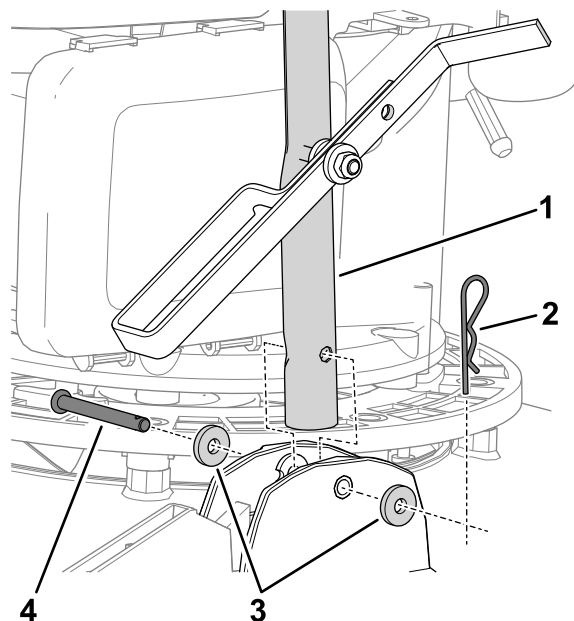

Figure 7
3. Alignez le trou du guidon sur les trous des douilles (Figure 7), et fixez le guidon sur la machine à l'aide d'un axe de chape, de 2 rondelles (6 mm) et d'une goupille fendue.